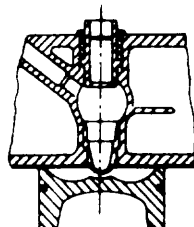

Fig. 2
- motores con cámaras de pre-combustión (fig. 2);